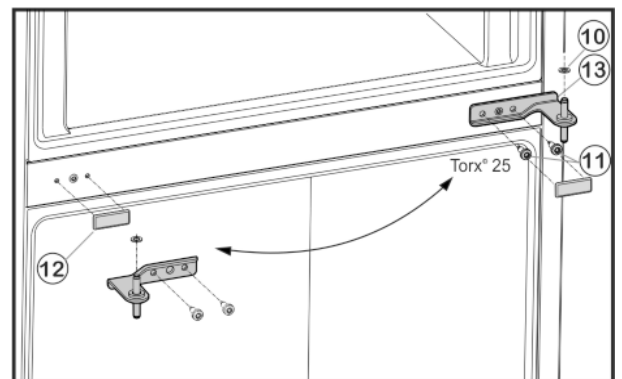

Fig. 6
- ▶ Svitare le viti di fissaggio Fig. 6 (11) (2 viti Torx® 25) e sfilare il cuscinetto di supporto centrale dalla porta inferiore.
- ▶ Rimuovere la rondella in plastica Fig. 6 (10).
- ▶ Estrarre con cautela la copertura Fig. 6 (12).
- ▶ Riapplicare la copertura Fig. 6 (12) sul lato opposto.
- ▶ Inserire il cuscinetto di supporto centrale Fig. 6 (13) ruotato di 180° nella porta inferiore e avvitarlo usando le viti di fissaggio Fig. 6 (11) (2 viti Torx® 25) sul nuovo lato della cerniera (**applicando 4 Nm**).
- ▶ Applicare nuovamente la rondella in plastica Fig. 6 (10).
- ▶ Posizionare la porta superiore sul cuscinetto di supporto centrale Fig. 6 (13).